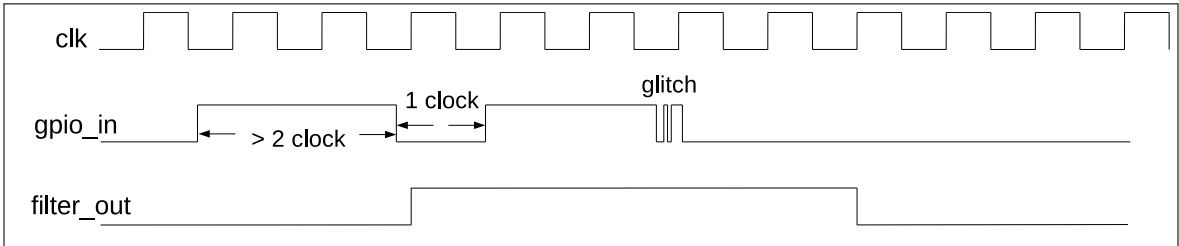

图 6-4. GPIO 输入信号滤波时序图
2. 可选：置位 `IO_MUX_FILTER_EN` 使能 GPIO 管脚的输入信号滤波功能，如图 6-4 所示。只有当输入信号的有效宽度大于两个 APB 时钟周期时，输入信号才会被采样。否则，输入信号将会被滤掉。